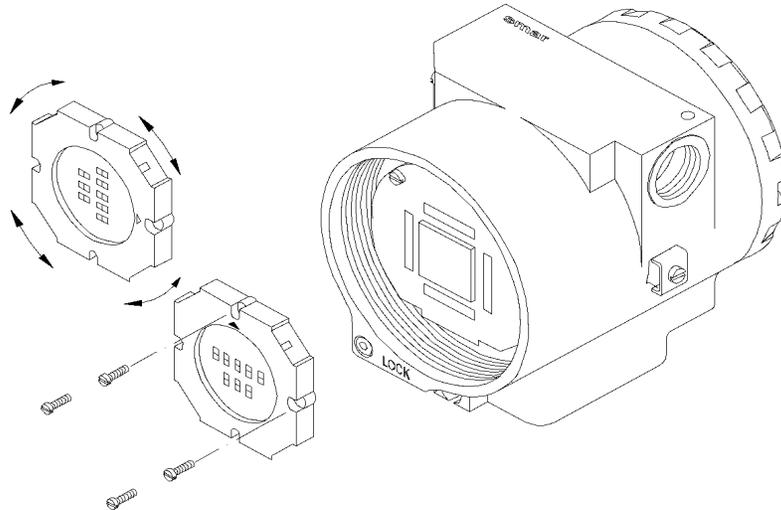

Figura 4.2 - Quatro Posições Possíveis do Indicador
- Posicione a placa de saída dentro da carcaça (5).
- Posicione a placa principal (3) na carcaça, assegurando que os pinos estão conectados.
- Posicione o display na carcaça observando as quatro posições de montagem. O símbolo "▲" deverá apontar para cima. Veja figura 4.2.
- Prenda a placa principal e o display com seus parafusos (3).
- Rosqueie a tampa (1) e prenda-a usando o parafuso de trava (4).